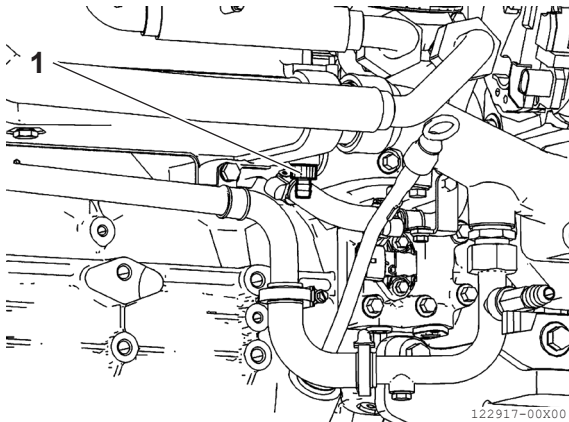

Figura 11
4. Aprire il rubinetto di scarico (**Figura 11, (1)**).